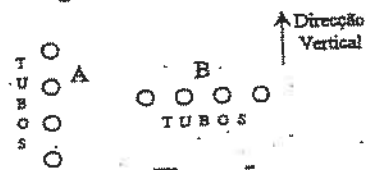

Figura 5
c) Com vista a aumentar a capacidade de arrefecimento da serpentina, será preferível colocar a serpentina na posição vertical (A) ou horizontal (B) - ver a figura 5? Justifique.